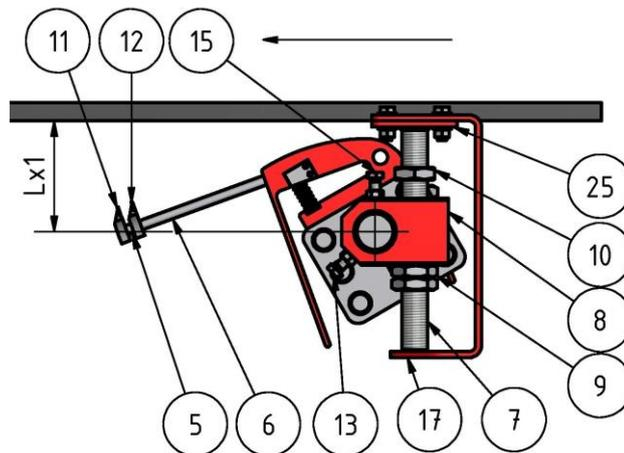

Bild 10
8. Die Prüfung kann so erfolgen, dass man die Entfernung der Rundeisen **Pos. 6** der Hartmetallspachteln **Pos. 11 und 12**, der Hartmetallspachtel am Hartmetall zu Fördergurt und am Fuß zum Fördergurt misst (**Bild 10 und 13**) Die beiden Werte **X1** und **X2** müssen gleich sein.